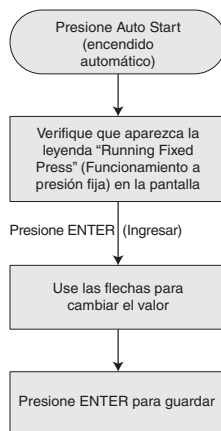

Figura 13 - Cambiar el punto de referencia de PSI con la bomba funcionando.
- Siga la secuencia de teclas que aparece en la figura 13 para hacer el cambio que desee. Con este parámetro puede modificar el punto de referencia *interno* o *externo*, según cuál mencione al momento del cambio.